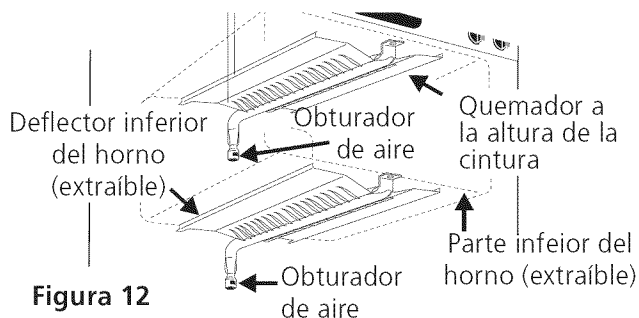

Figura 12
- El quemador se deberá encender en cuatro (4) segundos para un funcionamiento normal, después de que el aire haya sido purgado de la tubería de suministro de gas. Controle visualmente que el quemador se haya encendido.
11.4 Ajuste de la Posición LOW (BAJA) Para la Válvula del Quemador Superior (Figura 12)